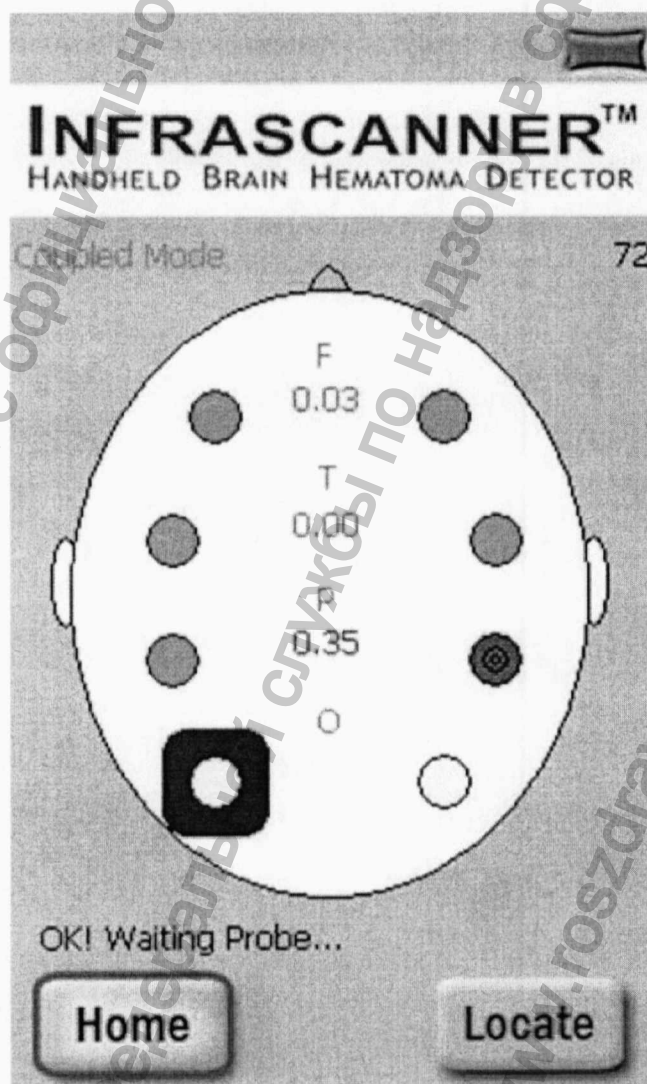

Рис. 3-6 Экран диагностики
4. Следующий экран Archived Measurement (рисунок 3-11) аналогичен экрану диагностики (рис. 3-6), который отображается в конце измерения.